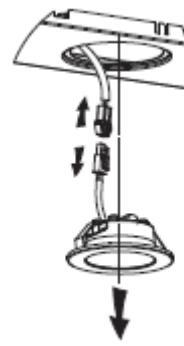

Imagen 2
- Utilice una herramienta o la mano para presionar hacia el interior la lengüeta de resorte de ambos lados de la bombilla LED, hasta que salga la bombilla, véase la imagen 1. A continuación, tire ligeramente del cable de conexión de la bombilla y desmonte el terminal de este cable. Véase la imagen 2.